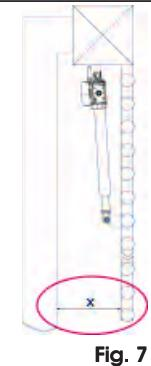

Fig. 7
**⚠ Controleer, zodra de aandrijving is geïnstalleerd, of de waarde "X" van Fig. 7 minimaal 500 mm is. Als de waarde "X" lager is dan 500 mm, moet een stootproef worden uitgevoerd op het in Fig. 7 aangeduide punt, zoals beschreven in de norm UNI EN 12445, en controleer of de gemeten waarden in overeenstemming zijn met de bepalingen van de norm UNI EN 12453.**